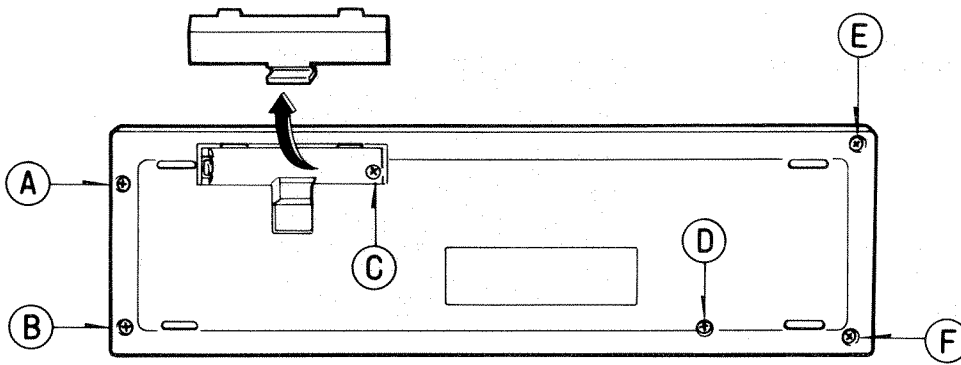

図1 Fig. 1
- ① ユニットの裏がえし、電池カバーを外し、電池5本を取り出します。
- ② 図1の矢印(A)~(F)の穴の中の止めネジ(6本)を⊕ドライバーで取り外します。
- (1) Turn over the unit, remove the battery cover and take out the 5 batteries.
- (2) Remove the six screws in holes (A) – (F) indicated by the arrows in Fig. 1.